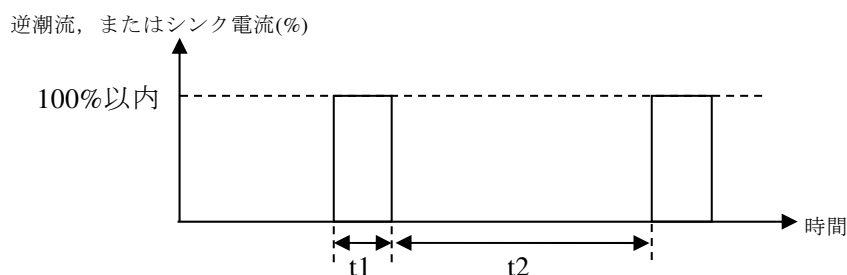

図10-1 逆潮流デューティ，またはシンク時間デューティ
*16：定格出力電圧の場合。周囲温度 40 °C 以上の場合，シンク電流が減少する場合があります。定格出力電圧以上の場合，電力容量の 40 % (連続，30 °C ~ 40 °C)，50 % (連続，30 °C 未満)，及び 100 % 以内 (シンク時間 $\leq 180 \text{ s}$ ，シンク時間デューティ ≤ 0.20 ，40 °C 以下) に制限されます。デューティは図 10-1 を参照ください。